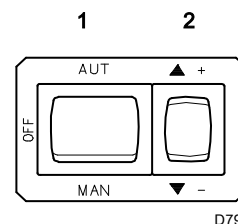
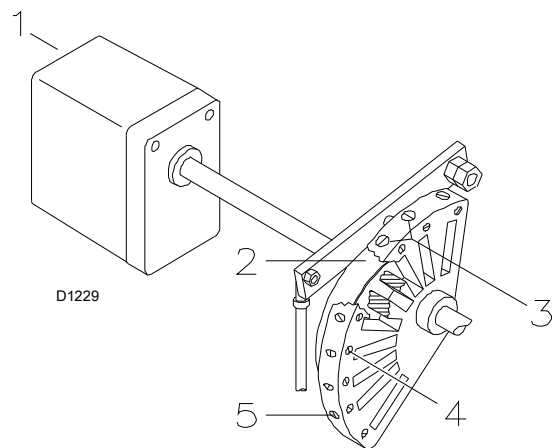
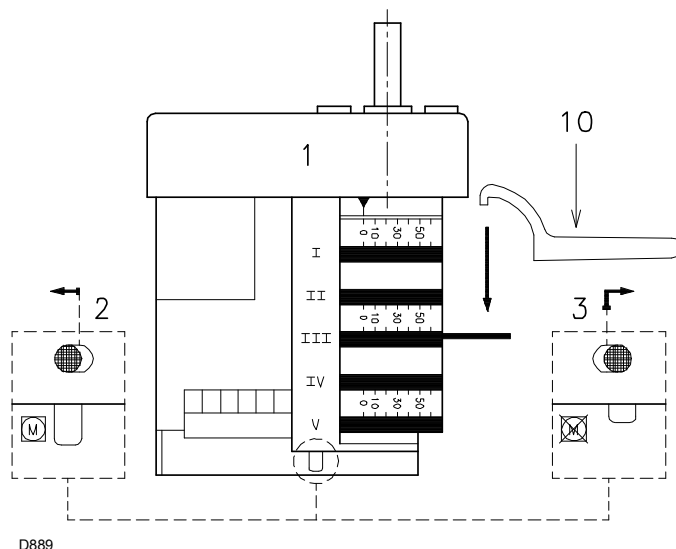

图 27
图 30
图 31
闭合启停开关并将开关 1)( 图 27) 设置为“MAN”手动状态。
在上面的说明中，我们让燃烧器以最小功率运行。现在按下按钮 2) ( 图 27)“+”，直到伺服电机到达 130°。
使用调节螺钉 5) 逐步调节扇形盘 2)( 图 30) 的端部轮廓。
按下按钮 2) (第 23 页图 27) “功率减少” 并保持按下状态, 直到伺服电机达到 20° (出厂设置)。
通过转动螺钉 3) 逐步调整钢带 2) (图 30) 的起始轮廓。
稍微按一下开关 2) (第 23 页图 27) “功率增加”, 使伺服电机转动约 15°。调整螺钉直至获得最佳燃烧。以相同的方式处理其他螺钉。注意钢带轮廓的变化是平滑的。
使用开关 1) (第 23 页图 27) 关闭燃烧器, 在 OFF 位置, 按下按钮 3) (图 30) 并将其向右移动, 使扇形盘 2) (图 31) 与伺服电机脱离, 通过手动向前和向后旋转扇形盘 2) 多次检查前后移动是否顺畅。
通过向左移动按钮 2) (图 31), 将扇形盘 2) 再次接合到伺服电机。
最后通过转动螺钉 4) (图 30) 来固定调节装置。
为了调节凸轮 III, 特别是对于精细运动, 可以使用由伺服电机下方的磁铁固定的键 10) (图 31)。
- 6 s :** 伺服电机启动: 向右旋转 130° 次, 直到与凸轮 I) (第 25 页图 31) 接触。风门挡板位于最大功率位置。
- 85 s :** 伺服电机向左旋转, 直到与凸轮 III 接触 (第 25 页图 31)。
- ▶ 停机时伺服电机返回到受凸轮 II 限制的 0° 角 (第 25 页图 31)。风门挡板完全关闭, 以将热损失降至最低。
通过向右按下并移动按钮 3)(第 25 页图 31),将扇形盘 2)(第 25 页图 31)从伺服电机上脱离,并用手前后转动,以确保其自由移动。现在通过将按钮 2)(第 25 页图 31)向左移动来再次接合扇形盘。